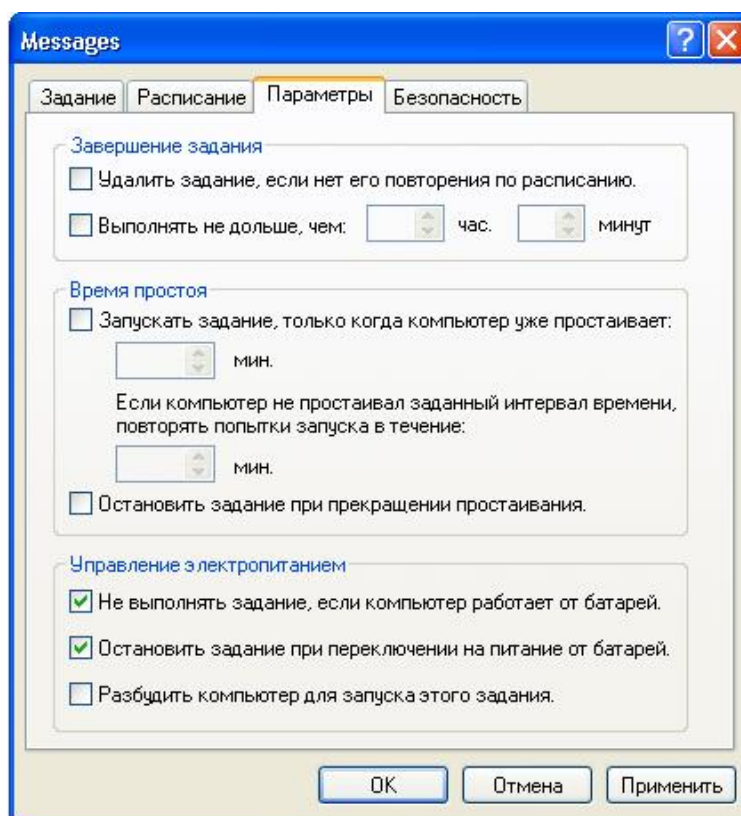

Рис. 16
8) В перечне **Назначенные задания** кликаем правой кнопкой мыши по **DeleteSchedule.exe** (**rSchedule.exe**, **SKTO_CreateMessagePTO_MM.exe**, **СУКР_Review.exe**). В выпадающем списке выбираем **Свойства**. В открывшемся окне переходим на вкладку **Параметры** (рис. 16). Убираем галочку напротив пункта **Выполнять не дольше, чем**. Нажимаем кнопку **Применить**, затем кнопку **ОК**.